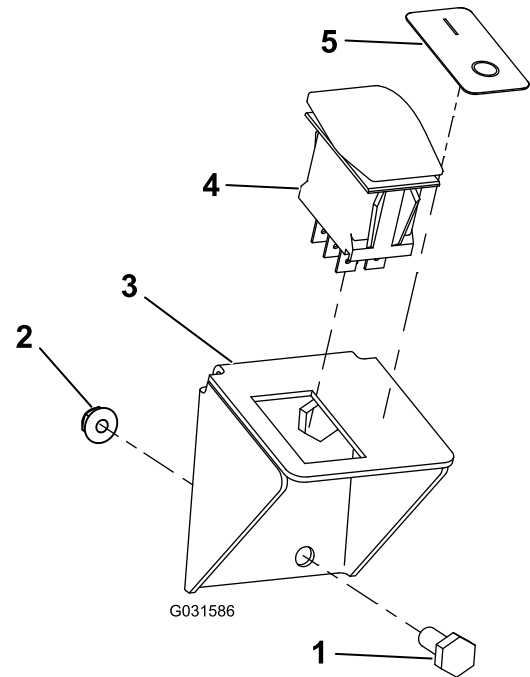
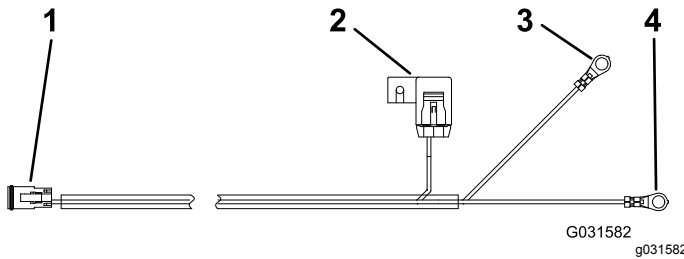

图9
图11
- B. 用 2 个螺栓和 2 个凸缘螺母将开关支架安装到仪表板上图 9。
4. 将开关线束连接到开关图 9 和 图 11。
5. 在开关旁边贴上标贴 (图 9)。
要直接从电池为套件供电请使用电池线束 图11。将正极端子连接到正极电池端子。